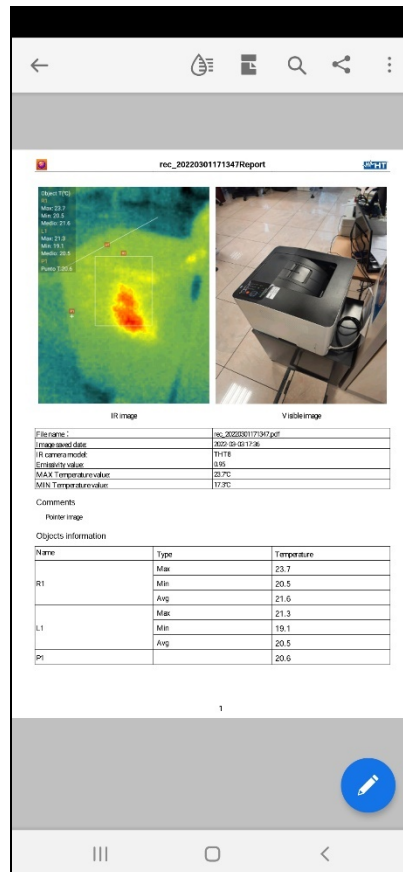

Fig. 13: Vue du rapport PDF
5. Le rapport PDF est automatiquement créé et enregistré dans le dossier "DCIM/Report_pdf" de l'instrument mobile connecté, comme illustré à la Fig. 13